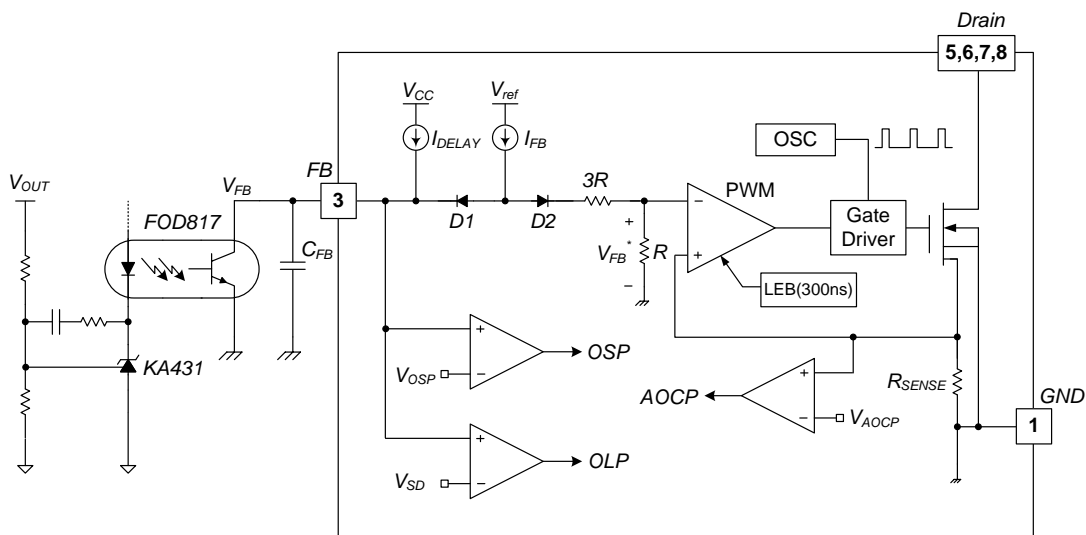

图 18. 脉宽调制电路
**3. 反馈控制:** 此器件采用电流模式控制, 如图 18 所示。通常用光电耦合器 (如 FOD817) 和电压调节器 (如 KA431) 组成反馈网络。将反馈电压与  $R_{SENSE}$  电阻两端的电压进行比较, 可实现开关占空比的控制。当电压调节器参考引脚电压超出 2.5V 的内部参考电压时, 光电耦合器 LED 电流增加, 从而拉下反馈电压并减少漏极电流。这种情况通常在输入电压提高或输出负载降低时发生。
**3.1 逐脉冲限流:** 由于采用电流模式控制, 通过 SenseFET 的峰值电流受到 PWM 比较器 ( $V_{FB}^*$ ) 的反向输入限制, 如图 18 所示。假定  $90\mu A$  电流源仅流过内部电阻 ( $3R + R = 25k\Omega$ ), 二极管  $D2$  的阴极电压约为 2.8V。由于反馈电压 ( $V_{FB}$ ) 超过 2.8V 时  $D1$  受阻, 所以  $D2$  的最大阴极电压将箝位在此电压值。因此, SenseFET 的电流峰值将受到限制。